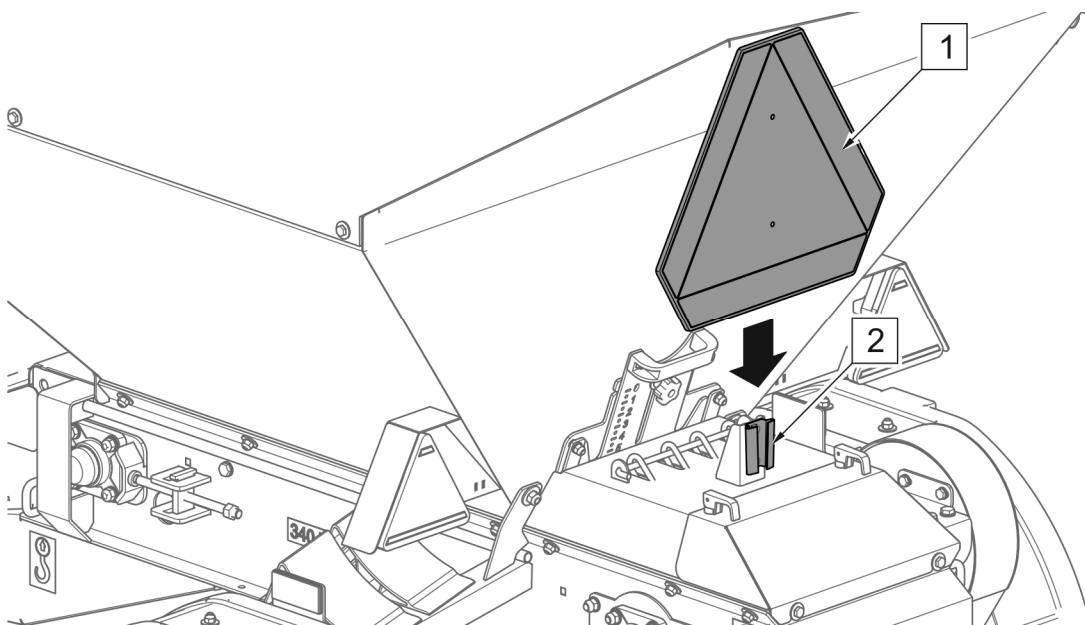

РИСУНОК 4.12 Кронштейн розпізнавального знаку
Під час руху дорогами загального користування необхідно ззаду машини встановити знак (2) "тихохідний транспортний засіб" (РИСУНОК 4.12)